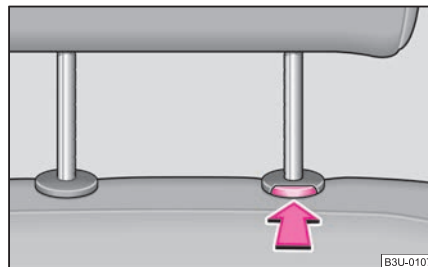

Fig. 57 Estrazione del poggiatesta
- Premere il tasto di sicurezza nel senso indicato dalla freccia ⇒ fig. 57 e sfilare il poggiatesta.